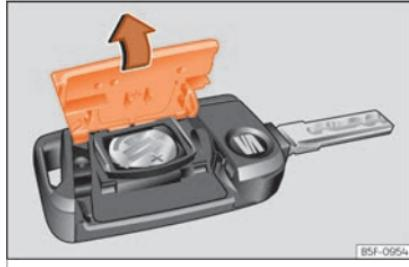

Fig. 84 Llave del vehículo: apertura de la tapa del compartimento para la pila.
- Retire la tapa en la parte trasera de la llave del vehículo »» **fig. 84** en la dirección de la flecha »» ①.
- Coloque la tapa tal como se muestra »» **fig. 84** y presiónela en la carcasa de la llave del vehículo en sentido contrario a la flecha hasta que encastre.